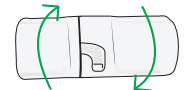

Fig. 2
- Vrid anslutningarna för att låsa upp dem (fig. 2).